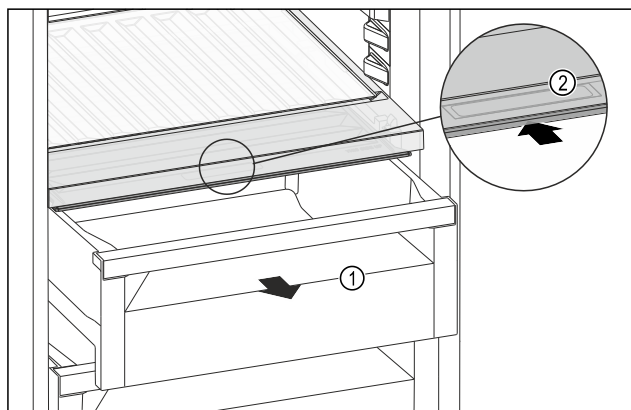

Fig. 115
- Schubfach Fig. 115 (1) herausziehen.
- Griffmulde Fig. 115 (2) am Fachdeckel anfassen und Fachdeckel gleichzeitig nach hinten schieben.